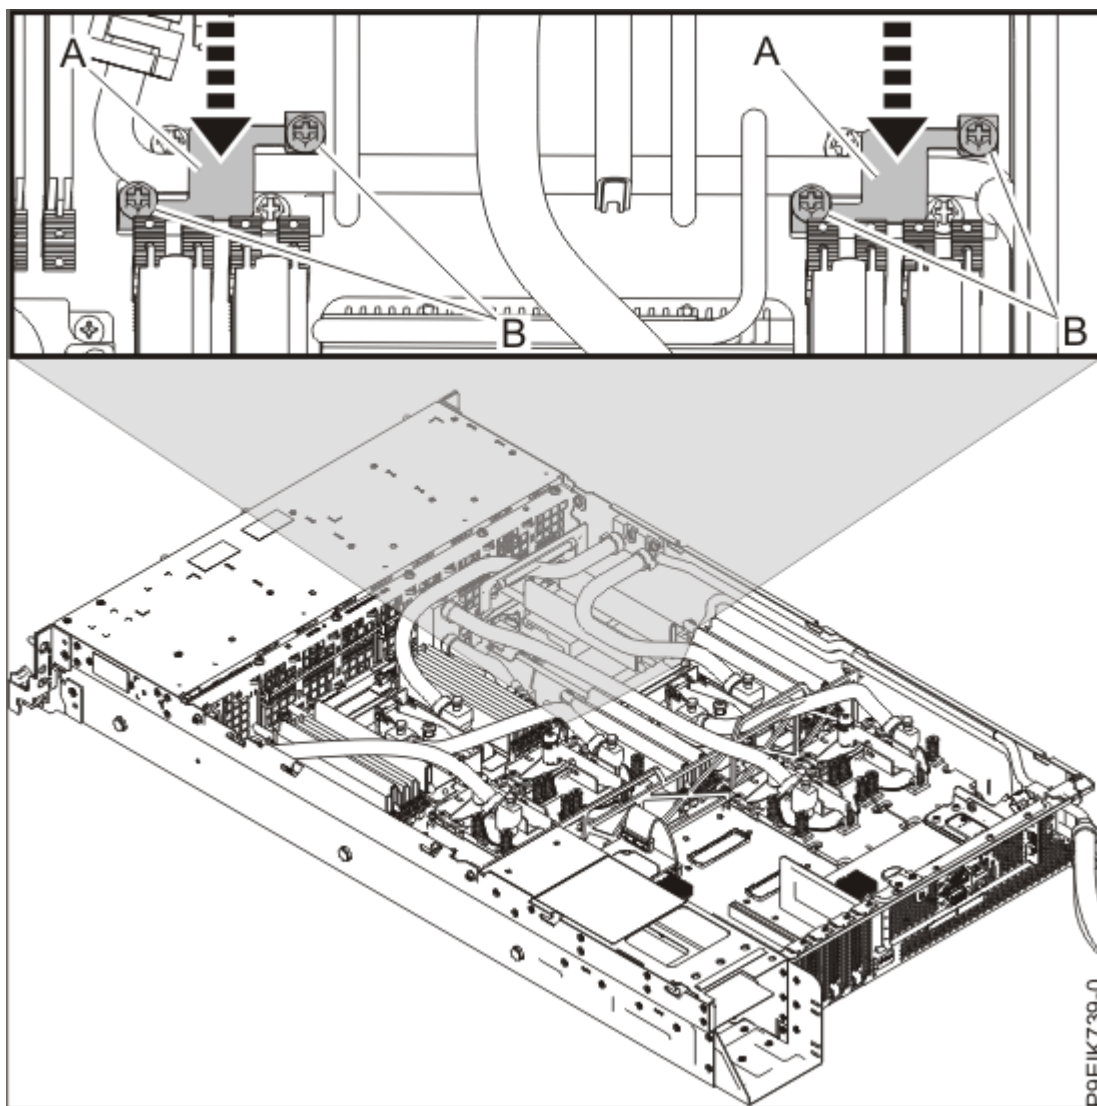

Figura 59. Cómo volver a poner los receptáculos del conducto del medio
12. Vuelva a poner los dos receptáculos de conductos **(A)** cerca del medio del sistema, tal como se muestra en la Figura 59 en la página 61. Ponga los conductos en los soportes de la placa posterior del sistema, coloque los receptáculos encima de los soportes y de los conductos, alinee las roscas de los tornillos en **(B)** y apriete los cuatro tornillos.